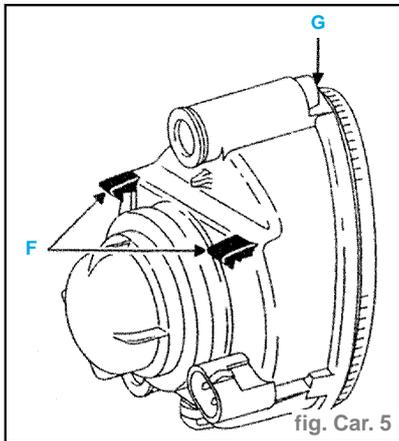

fig. Car. 5
- Dégager l'antibrouillard vers l'avant à l'aide des pattes (F) (fig. Car. 5)
**Nota :** Au remontage, procéder au réglage du feu par la vis (G) (fig. Car. 5).